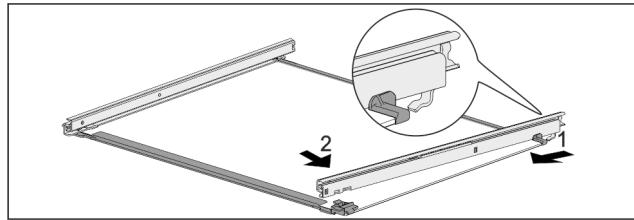

Fig. 125 Стеклянная пластина с направляющими
- Зашептните направляющую сзади. Fig. 125 (1)
- Зашелкните направляющую спереди. Fig. 125 (2)